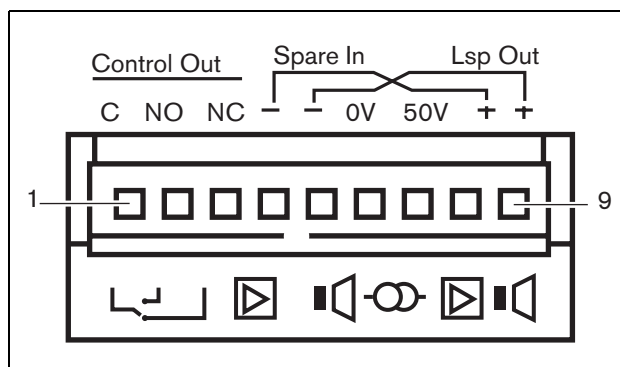

Abb. 8.4: Verstärkerkanalanschluss
Ein Verstärkerkanal (siehe Abb. 8.4) ist eine Gruppe von Ausgangssignalen, die vom selben Verstärker der Endstufe verarbeitet wurden. Die Anzahl der Verstärkerkanäle hängt vom Endstufentyp ab (siehe Tabelle 8.3).
Jeder Verstärkerkanal besitzt einen Steuerausgang. Die Steuerausgänge können verwendet werden, um Signale zur Auslösung von Aktionen an Geräte Dritter zu senden. Jeder Steuerausgang besitzt drei Pins (siehe Abb. 8.4). Der Common Pin (C) des Steuerausgangs muss immer angeschlossen werden. Ob der andere angeschlossene Pin normalerweise geschlossen (Ruhekontakt) oder normalerweise geöffnet (Arbeitskontakt) ist, hängt davon ab, welche Aktion ausgeführt werden soll, wenn der Steuerausgang aktiv ist (siehe Tabelle 8.5).